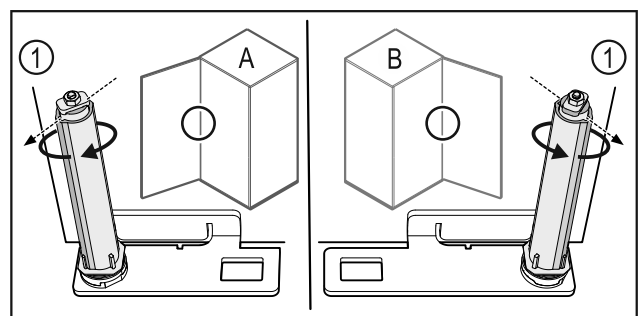

Fig. 61 Levý doraz (A) / pravý doraz (B)
- Otáčejte uzavíracím systémem proti odporu, dokud nebude lamela uzavíracího systému Fig. 61 (1) ukazovat směrem ven.